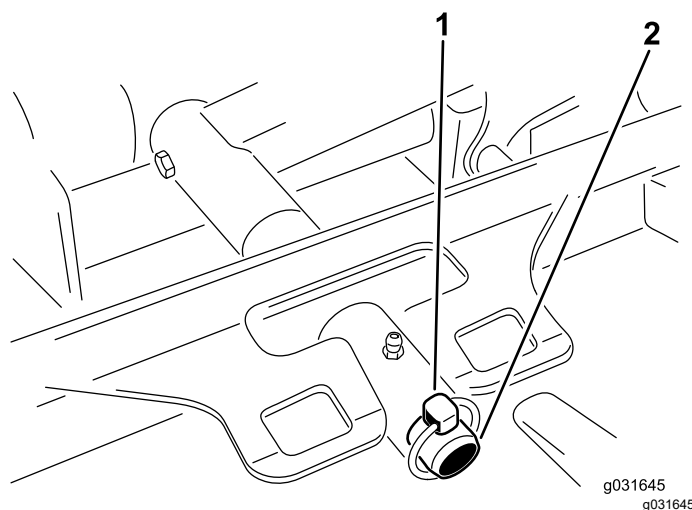

Figure 70
3. Retirez la goupille à anneau ou l'écrou de retenue qui fixe le bâti porteur de l'unité à l'axe de pivot du bras de levage (Figure 70).
3. Poussez le bâti porteur de l'unité de coupe sur la tige de pivot et fixez-le avec une goupille à anneau ou l'écrou de retenue (Figure 70).